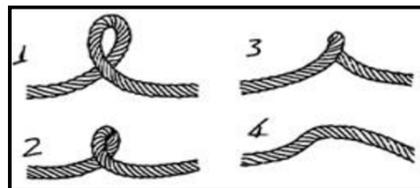

Figura 1
- **Manuseio do cabo de aço:** o cabo de aço deve ser enrolado e desenrolado corretamente (Figura 2), a fim de não ser estragado facilmente por deformações permanentes e formação de nós fechados (Figura 1). Se o cabo for manuseado de forma errada (Figura 3), ou seja, enrolado ou desenrolado sem girar o rolo ou o carretel, o cabo ficará torcido e formará laço. Com o laço fechado (Figura 1, posição 2), o cabo já estará estragado e precisará ser substituído ou cortado no local.